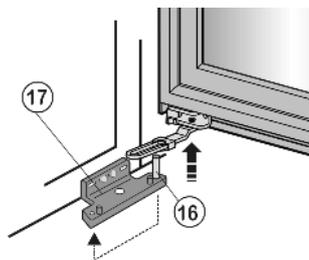

Fig. 10
► Togliere la porta in basso dal perno Fig. 10 (16) del blocco di supporto inferiore Fig. 10 (17) e mettere da parte.
► Spostare i perni di supporto Fig. 10 (16) nel blocco di supporto e serrare fermamente a 4 Nm.